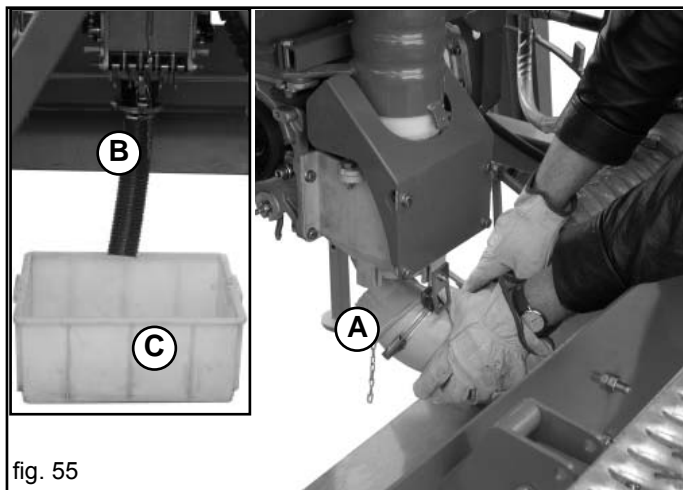

fig. 55
- 2) Togliere la curva posta sotto il canale dell'iniettore (A, Fig. 55), allentando la chiusura rapida.
- 3) Innestare nella medesima posizione il tubo di raccolta fornito in dotazione (B Fig. 55) servendosi della chiusura rapida, ed al capo opposto del tubo posizionare un contenitore di raccolta (C Fig. 55).